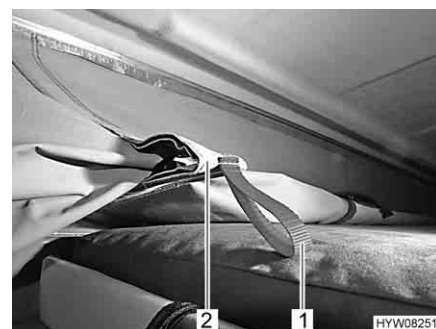

Fig. 44 Dispositivo di inserzione
- Tirare lentamente verso il basso il tetto a soffietto (Fig. 42,1) tenendolo per le maniglie (Fig. 42,2) o le cinghie ausiliarie (Fig. 42,3) fino a che il tetto a soffietto rimane autonomamente in questa posizione. Prestare attenzione a che i dispositivi di inserzione laterali (Fig. 44,2) si pieghino verso l'interno.
- Tirare il tessuto della tenda per i passanti (Fig. 44,1) del dispositivo di inserzione (Fig. 44,2) verso l'interno.